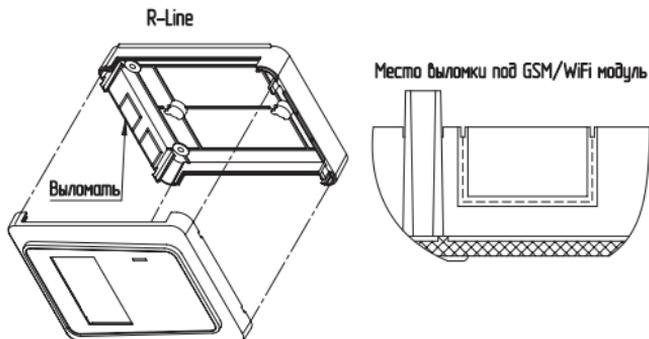

Рис.2 Подключение модуля GSM/WiFi к платам управления котлов R-Line
- Выломать соответствующую заглушку (см.Рис.2) на нижней части контроллера;
- Установить модуль GSM/WiFi (поз.2 Рис.2) на контроллер в соответствии с Рис.2, зафиксировав его крепежами (поз.6 Рис.2);
- Подключить плату управления модуля GSM/WiFi (поз.2 Рис.2) к контроллеру R-Line при помощи кабеля (поз.5 Рис.2) к разъёму X3 контроллера как показано на рисунке 2;
- Установить SIM-карту (поз.4 Рис.2) в модуль GSM/WiFi до упора, как показано на Рис.2 и на наклейке модуля GSM/WiFi;
- Подключить антенну (поз.3 Рис.2) в соответствующий разъём (поз.7 Рис.2);